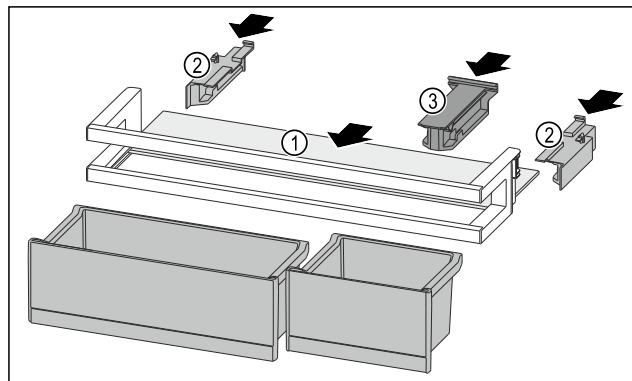

Fig. 278
- Skub hylden Fig. 278 (1) ind i udsparringerne i siden.
- Indsæt sidesektionerne Fig. 278 (2).
- Indsæt holdesektionen Fig. 278 (3).